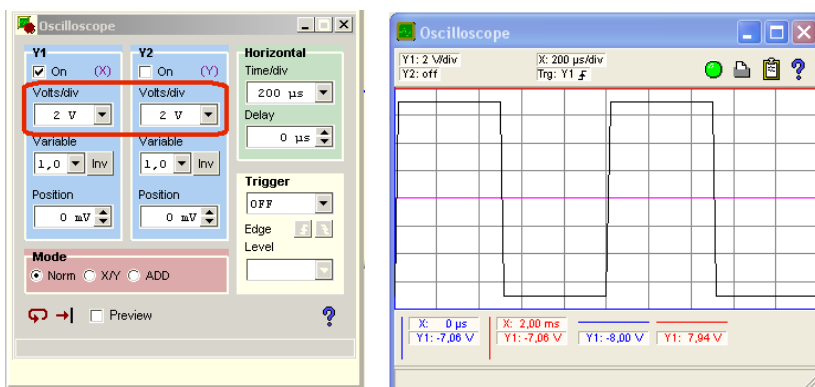

Рис. 9. Орган настройки Y1div и экран осциллографа
12. Используя орган настройки Y1div (рис. 9), установить полное и максимально возможное изображение прямоугольного импульса на экране осциллографа.